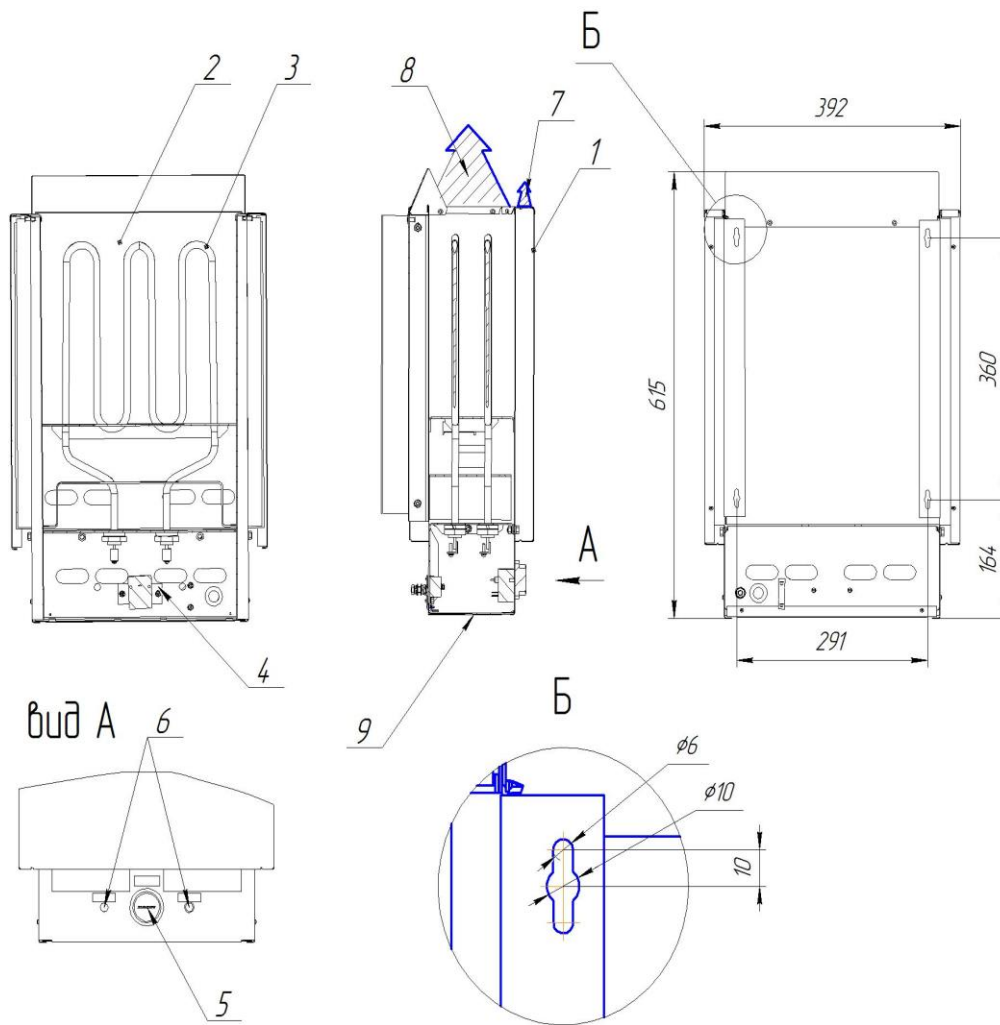

Рис.1 Электрокаменка ЭК-3. Устройство и габаритные размеры
4.1 Электрокаменка (см. рис.1) состоит из корпуса поз.1, в котором размещена камера поз.2 с двумя нагревательными элементами ТЭН-ми поз.3. В камеру вокруг нагревательных элементов на колосник укладываются камни размером 8-10 см до верха корпуса, но не более 8-10 см над нагревательными элементами ТЭН-ми. Нагреваемый воздух поднимается вверх двумя потоками: основной поз.8 проходит через каменную засыпку, второй поток поз.7 проходит по зазору между корпусом и камерой с камнями.